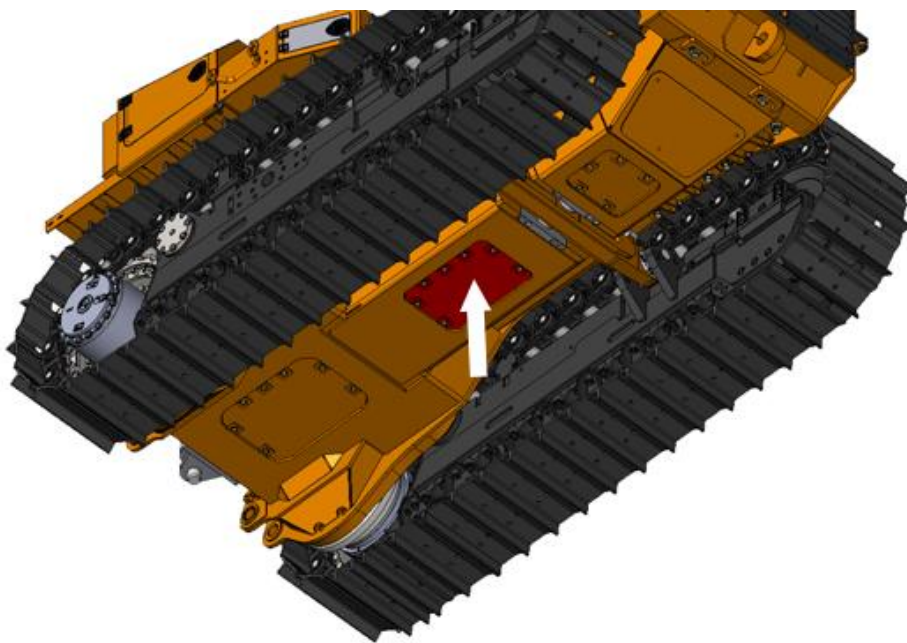

Рисунок 3.108. Крышка брони над силовыми насосами
- Демонтировать крышку брони над силовыми насосами рис. 3.108.
- ▶ Смонтировать крышку брони над силовыми насосами рис. 3.108.